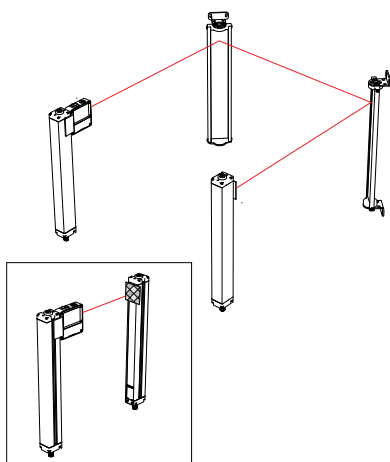

Abbildung 10. Optische Ausrichtung mit dem LAT-1-SGS
**Anmerkung:** Ein LAT-1-SGS Laserausrichtwerkzeug ist sehr hilfreich, weil es einen sichtbaren roten Punkt entlang der optischen Achse erzeugt. Weitere Informationen hierzu finden Sie unter Abbildung 10 auf Seite 28 und im Banner-Hinweis für Sicherheitsanwendungen SA104 (Ident-Nr. 57477).